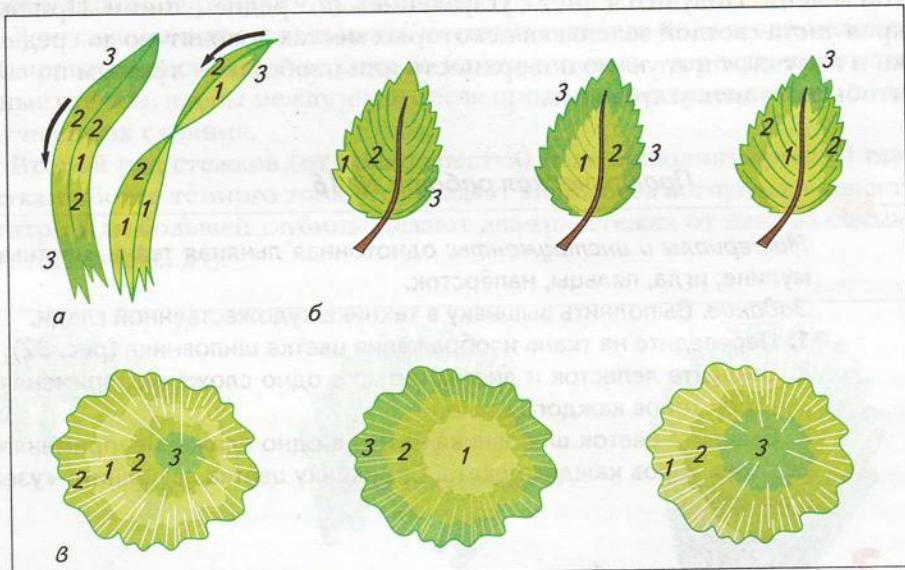

Рис. 33. Вышивание листьев: а — ленточных, б — зубчатых, фигурных и резных, в — круглых; 1 — самый светлый тон ниток, 2 — более тёмный, 3 — самый тёмный
Листья (рис. 33) в натюрморте вышивают нитками различных оттенков: весеннюю зелень — нежными, светлыми тонами, осенние листья — красновато-жёлтыми, бурьими или тёмно-зелёными с синевой.
Ленточные листья (рис. 33, а) выполняют художественной гладью, укладывая стежки вдоль листа. Выпуклые места вышивают более светлыми тонами, углубления — более тёмными, вливая один тон в другой без резких переходов, выделяя среднюю жилку листа светлым или тёмным тоном.
*Зубчатые, фигурные и резные листья* (рис. 33, б) при вышивке делят на две половинки по жилке и каждую часть застилают, начиная от верхушки листа, наклонными стежками к середине (жилке), плавно переходя к основанию листа.
*Круглые листья* (рис. 33, в) выполняют от края к центру, располагая стежки по радиусу.